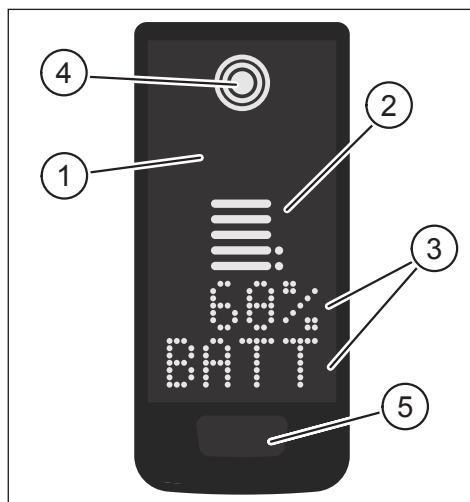
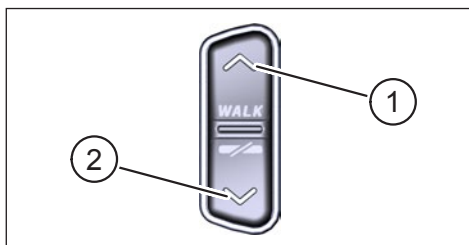

Fig. 1: Bediening en indicator componenten op Display
Fig. 2: Bediening op de Remote
Pos. in Fig. 1 Beschrijving
Pos. in Fig. 2	Beschrijving
- ▶ Houd de knop op de Display (Pos. 5 in Fig. 1) en de knop DOWN op de Remote (Pos. 2 in Fig. 2) minstens 5 seconden ingedrukt.
- ▶ Met een dubbele klik op op de knop op de Display (Pos. 5 in Fig. 1) schakelt u naar de volgende schermweergave.
- Druk op de knop DOWN op de Remote bediening (Pos. 2 in Fig. 2).
- Druk op de knop op de Display (Pos. 5 in Fig. 1).